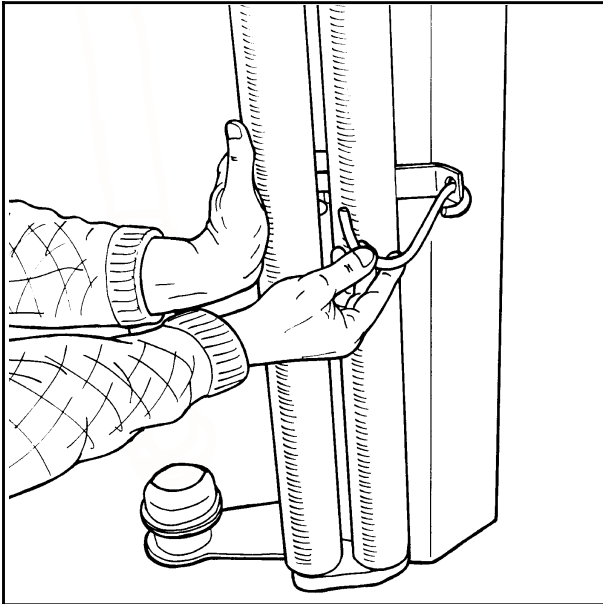

Fig. 6-1
- 6.1 Når plastrullen skal monteres, så må forstrekker-rollene holdes ut til siden. Hold rullene ut til siden og sett på holdekroken. (Se fig. 6-1).